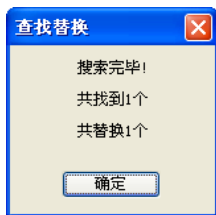

图 9-37 【查找替换】对话框
④ 单击“替换”按钮，系统弹出【查找替换】对话框，提示已替换完毕，结果如图 9-37 所示；替换结果如图 9-33 所示。